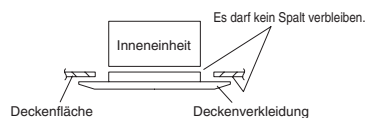

Abb. 7-7
- (8) Sicherstellen, dass die Verkleidung fest an der Decke befestigt ist.
- Nun sicherstellen, dass zwischen Inneneinheit und Deckenverkleidung oder zwischen Deckenverkleidung und Deckenoberfläche kein Spalt vorhanden ist. (Abb. 7-7)